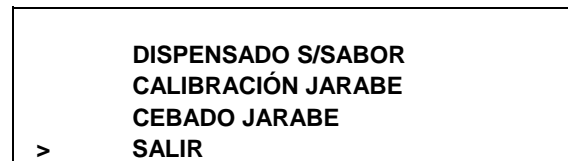

Figura 148
**Nota:** En la pantalla se mostrarán las opciones del menú de calibración. (Vea la figura 148.)